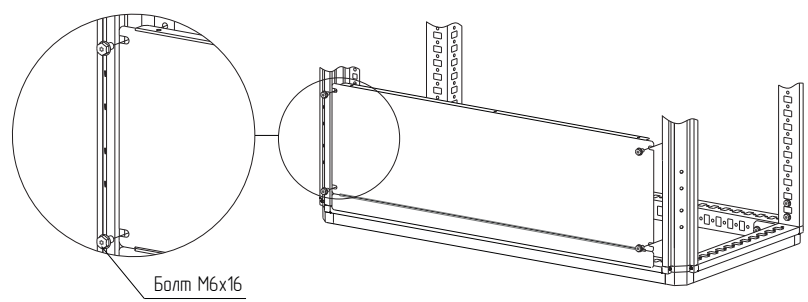

Рисунок 23
4.11.3 Установите фальш-панель внутреннюю глухую на уголки вертикальные для фальш-панелей внутренних на нужной высоте болтами М6×16 (рисунок 23). Момент затяжки – 7 Н·м. Болты приобретаются отдельно.